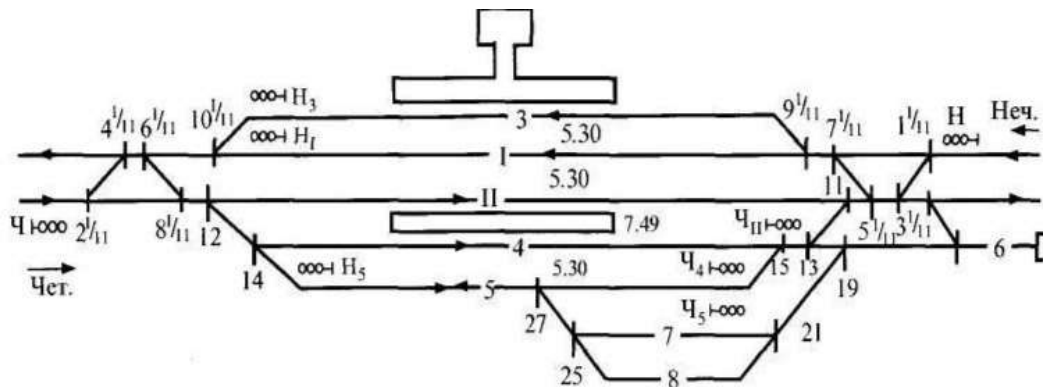

Рис.1 Схема для расчета координат
**Задача 1.** Определить проектные уклоны по заданной длине элементов профиля и красным отметкам концов их (см. рис. 1).
На основании исходных данных (У Iп=0 м.), по рис.1 выполните расчет координат по оси У: Уцп 14; У 3п; У 5п; светофора «Н3»; «Ч»; «Ч5».